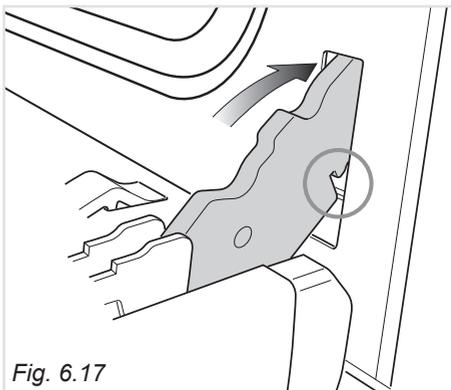

Fig. 6.17
- Inserire i ganci delle cerniere (destra e sinistra) nel loro alloggiamento; assicurarsi che l'incavo entri nell'apposito alloggiamento (fig. 6.17).